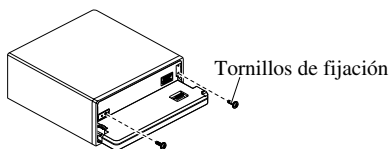

Fig. 15
4. Fije el panel delantero a la unidad utilizando los tornillos de fijación. (Fig. 15)